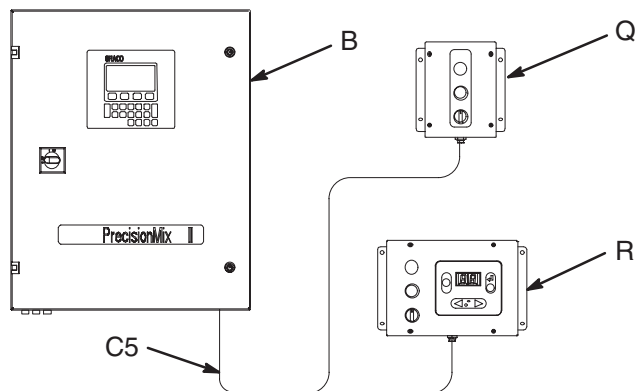

Fig. 3.12
Veiller à ce que le câble (C5) fourni atteigne bien l'automate PrecisionMix II (B). Un câble de 30,5 m est fourni déjà raccordé au poste de commande. Le câble est dénudé et est pourvus d'embouts. Voir Fig. 3.12.